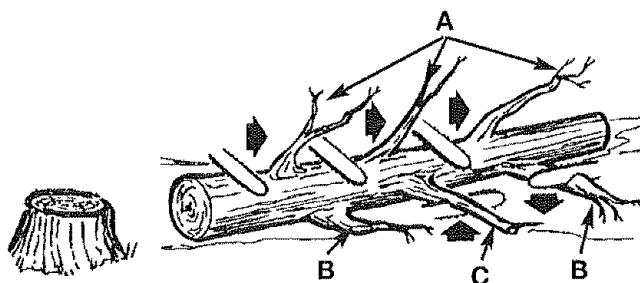

Fig. 16
Quite primero los miembros que no sostienen el árbol caído (UN) (Fig. 16) antes de corcovear el árbol en la longitud más corta. Al quitar el amke de miembros de falta de pago de la pensión demanda que cuando cortó ellos no caerán hacia el operario ni el vfo. Una vez que el árbol se ha corcoveado en la longitud más corta (ve CORCOVEANDO), quita los miembros secundarios (B). Todos miembros secundarios bajo la tensión significativa (C) debe ser cortado del fondo arriba evitar atar el vfo